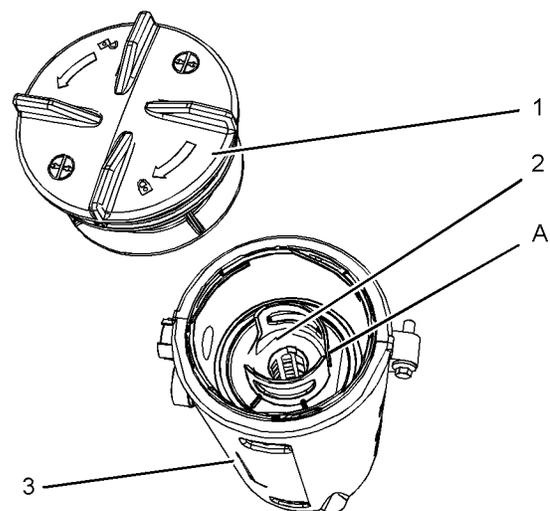

Abbildung 79
**Anmerkung:** Die Aussparung im Bereich (5) im Deckel ermöglicht den Zugriff auf den Dichttring.
4. Die alte Dichtung (4) entfernen und neue Dichtung einsetzen.
5. Neues Filterelement in das Entlüftergehäuse (3) installieren und das Filterelement auf die Position (A) ausrichten. Siehe Abbildung 79. Die Position (A) am Filterelement an Position (B) am Deckel ausrichten.